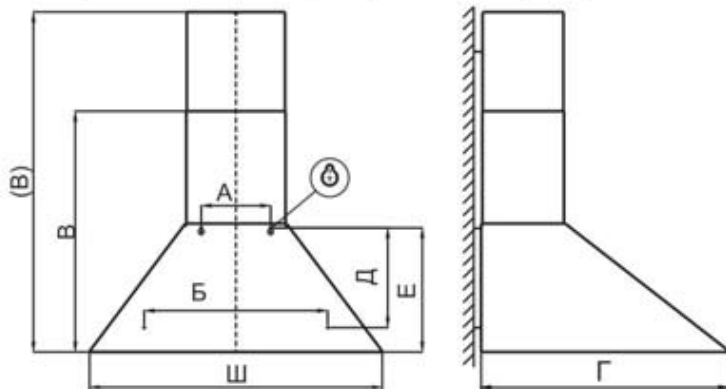

РИС. 3
(В) - высота зонта с максимально выдвинутой верхней фальштрубой (рис. 3).
6.1 Крепление вытяжного зонта (рис.3):